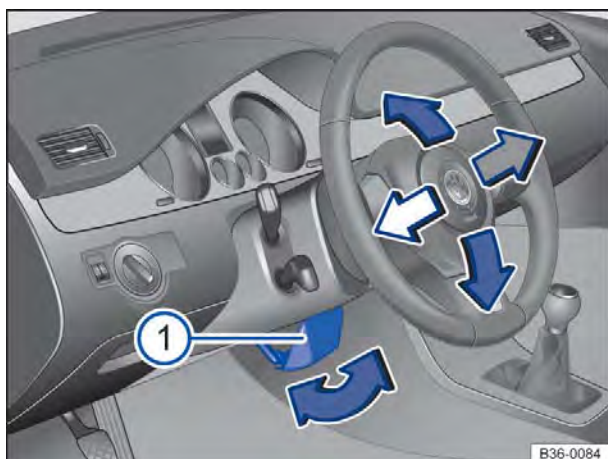

Fig. 47 Embaixo do volante no revestimento da coluna de direção: alavanca de ajuste mecânico da posição do volante.
- Virar a alavanca ⇒ Fig. 47 ① para baixo.
- Virar a alavanca sempre com firmeza para cima ⇒ Fig. 47 ① após o ajuste, para que o volante não mude de posição involuntariamente durante a condução.